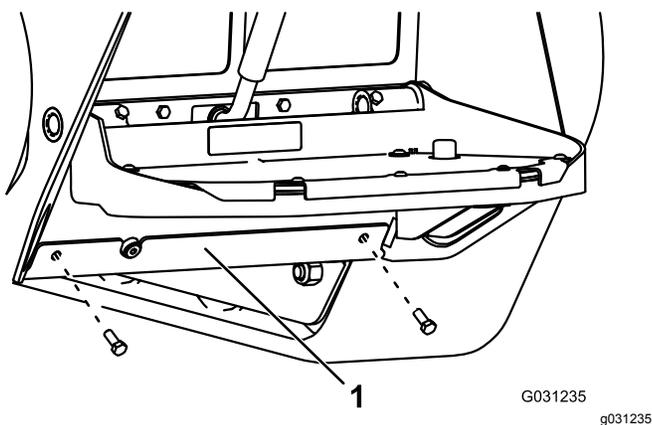

Рисунок 64
3. Выверните два болта крепления нижней планки и снимите нижнюю планку (Рисунок 64).
7. Установите нижнюю планку (Рисунок 64).